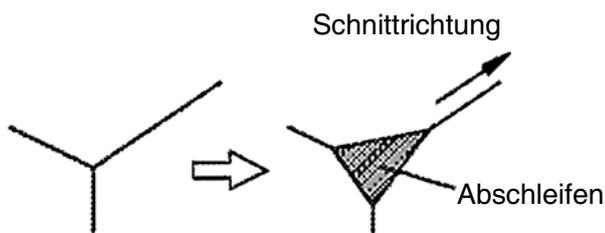
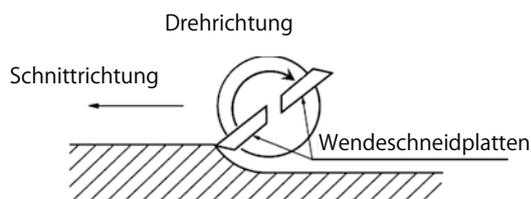

Abb. 9
Abb. 10
- Wenn der erste Schnitt an einer Kante vor dem Anfasen wie in Abb. 9 durchgeführt wird, schleifen Sie die Kante ab. Der erste Schnitt an einer Kante verursacht starke Stöße an den Wendeschneidplatten. Dadurch können die Wendeschneidplatten beschädigt werden, das Werkzeug kann eine Fehlfunktion haben oder der Bediener kann verletzt werden.
- (1) Halten Sie das Werkzeug fest, lösen Sie den Verriegelungshebel, und drücken Sie den Gashebel, um das Werkzeug einzuschalten.
- (2) Bringen Sie die Führungsplatte auf dem Werkstück an, halten Sie die Führungsrolle gegen das Werkstück, und ziehen Sie das Werkzeug langsam auf sich zu, oder drücken Sie es nach vorn, um die Wendeschneidplatten in das Material einzuführen. (Abb. 10)